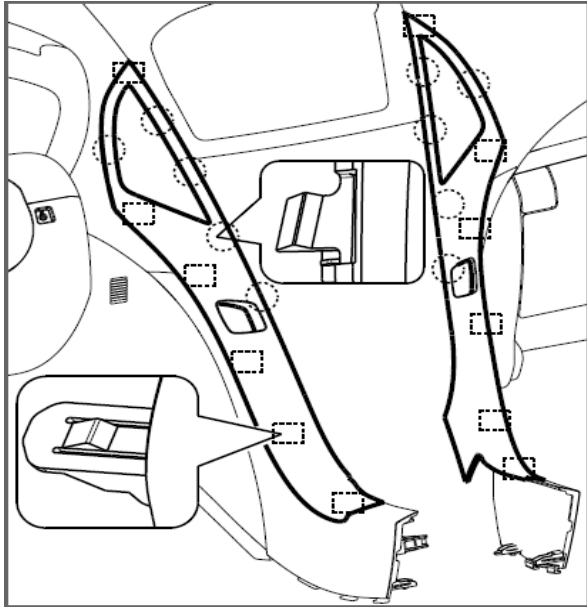

图 1.5.15 中左、中右风口总成 (1)
- (1) 先拨开风口总成尾端的卡脚, 尾端的卡脚需从中控护板内测绕过中控护板旋转至中控护板外侧;
- (2) 沿上图中箭头方向从下往上拨开各卡扣卡脚, 如上图 1.5.15 所示。用手抓住风口总成小心拔起, 不要把卡扣卡脚弄断;
- (3) 拔掉线束接插件, 再将中风口总成完全取出即可。